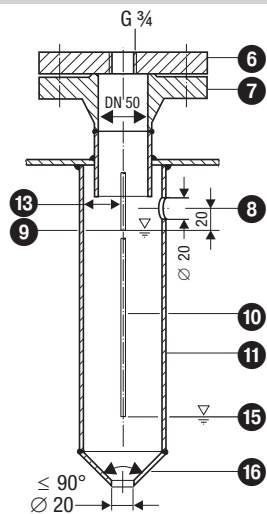

Fig. 4 Tube de protection (à fournir) pour montage à l'intérieur
- L'électrode de niveau NRG 26-21 peut être montée dans un tube de protection commun ou une bouteille extérieure (diamètre int. DN80/DN100) commune en association avec une électrode de niveau GESTRA, un indicateur ou un transmetteur de niveau. **Fig. 4 - 7.** En cas de montage à l'intérieur, l'électrode de niveau pour la limitation du niveau d'eau doit être à au moins 40 mm par rapport à l'orifice d'équilibrage supérieur.